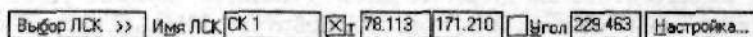

Рис. 1.41. Командное меню создания локальной системы координат
3. Щелкните в том месте чертежа, где вы хотите поместить центр создаваемой системы координат, либо, воспользовавшись командным меню (рис. 1.41), в поле **т** введите координаты центра относительно глобальной СК.